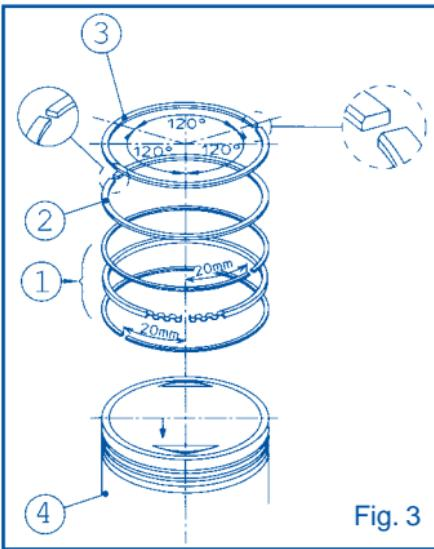

Fig. 3
- Introduire l'expanser du segment racleur d'huile dans la gorge spéciale sur le piston, monter l'élément inférieur puis l'élément supérieur en complétant le montage du racleur d'huile (Fig. 3 - Dét. 1).
- Monter le deuxième segment avec l'inscription N tournée vers la partie supérieure du piston comme indiqué Fig. 3 - Dét. 2.
- Monter le premier segment chromé de compression avec l'inscription N tournée vers la partie supérieure du piston comme indiqué Fig. 3 - Dét. 3.
- Mettre en place les segments comme indiqué Fig. 3.
- Vérifier à nouveau que les segments sont bien positionnés comme indiqué Fig. 3.